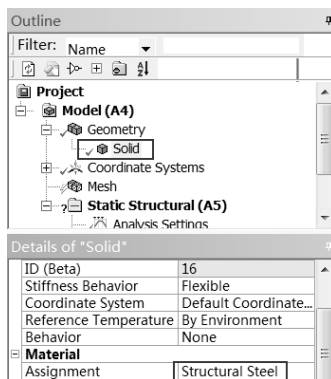

图 14-12 添加材料
Step2：如图 14-12 所示，此时 Structural Steel 材料已经被自动赋予模型。